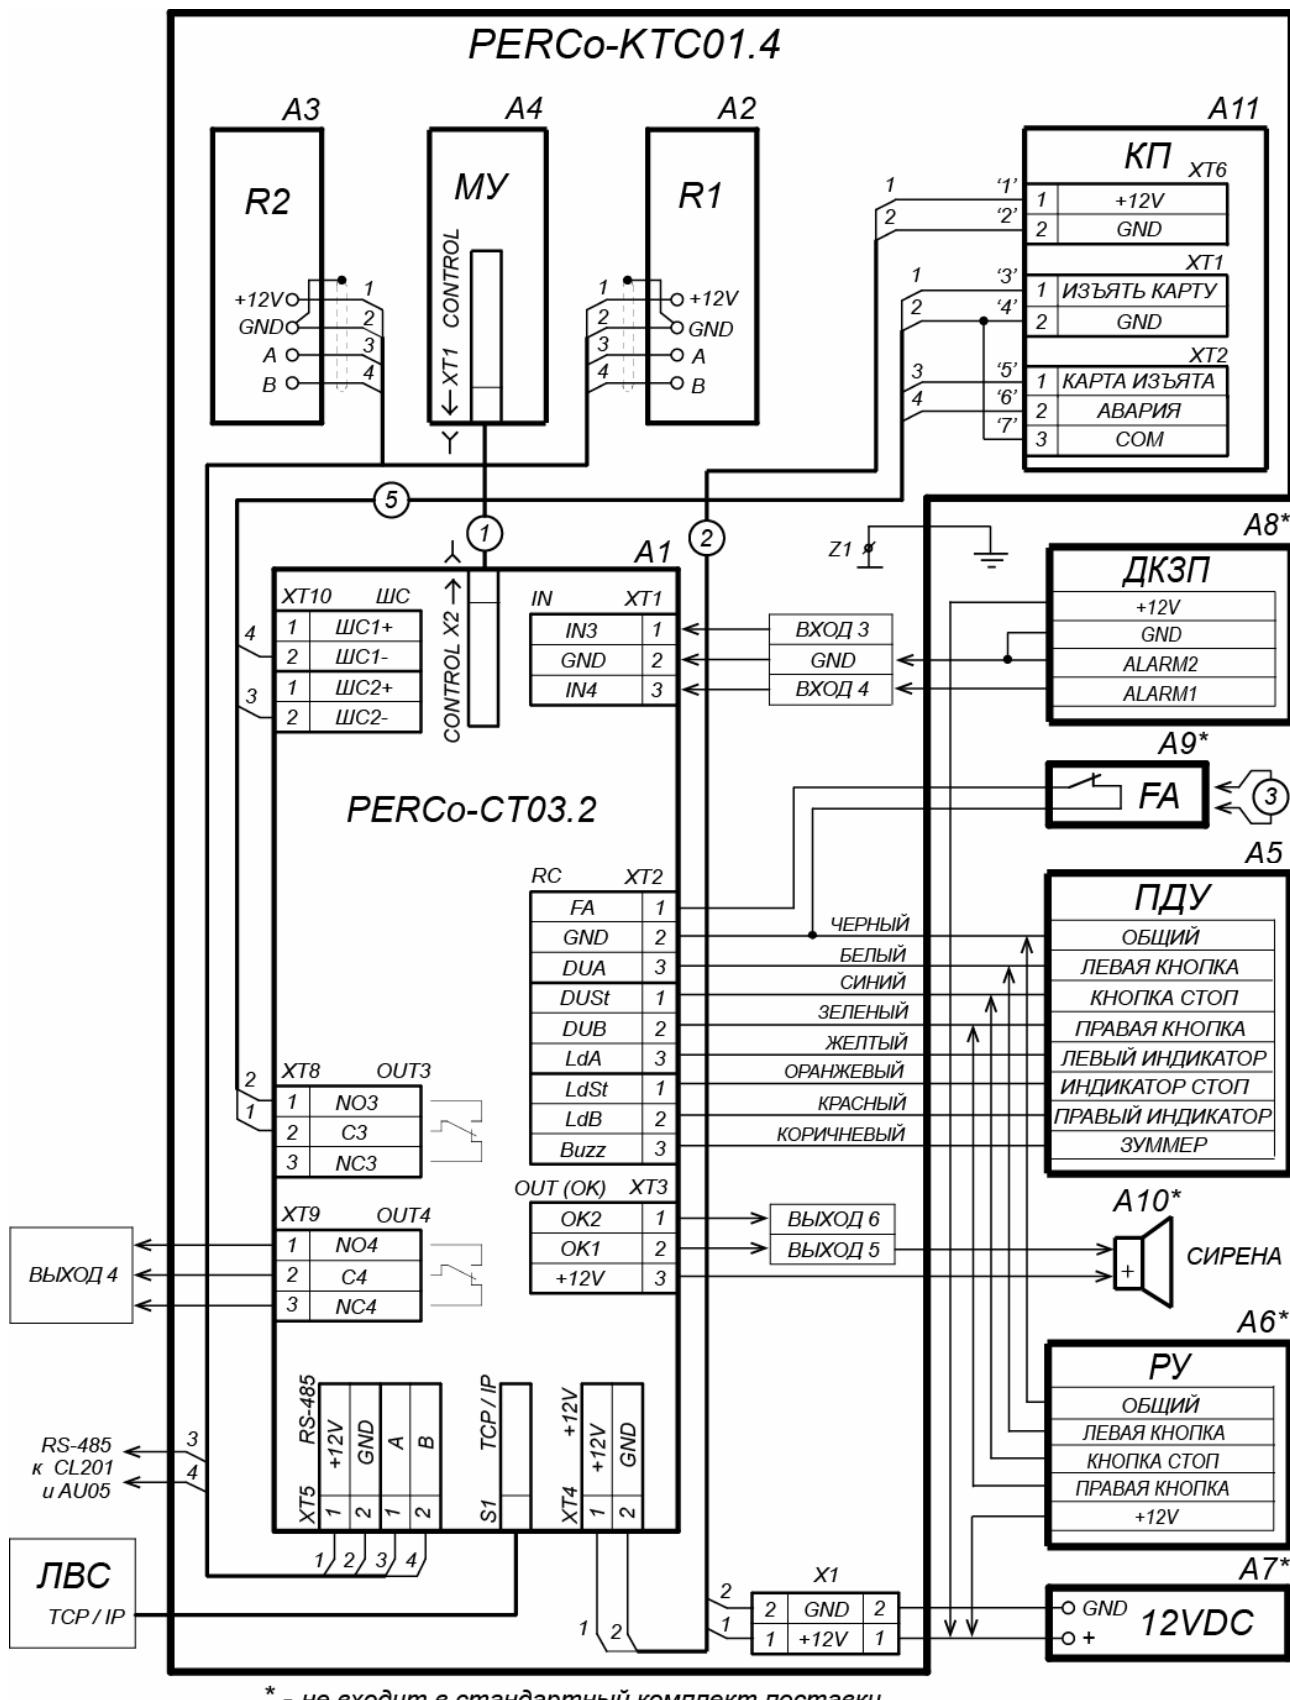

Рисунок 13. Схема подключения ЭП и дополнительного оборудования
Расположение клеммных колодок на нижней плате контроллера ЭП показано на рис. 5, назначение контактов клеммных колодок указано в табл. 1. Схема подключения приведена на рис. 13. Используемые при подключении типы кабелей указаны в табл. 4. При монтаже ЭП придерживайтесь следующей последовательности действий:
позиционные обозначения А1-А4 и З1 – указаны на рис. 13
11. Подключите кабель питания (15) к выносной клеммной колодке **X1** на плате контроллера ЭП согласно схеме, приведенной на рис. 13.
12. Подключите кабель (13) ПДУ (12) к клеммной колодке **XT2** на плате контроллера ЭП согласно схеме, приведенной на рис. 13.
13. Подключите при необходимости кабели от других устройств к соответствующим клеммным колодкам платы контроллера ЭП согласно схеме (см. рис. 13).
10. Подсоедините кабель картоприемника к плате управления картоприемника согласно схеме на рис. 13 и рис. 6.
11. На разъеме **XT2** контроллера ЭП отключите от клеммы *DUA* провод от картоприемника с маркировкой «5» (выход картоприемника «Карта изъята») и подключите его к клемме *DUB* (см. рис. 13).
12. Установите и закрепите торцевые крышки (9) в порядке, обратном снятию.
13. Установите в рабочее положение контейнер картоприемника со стороны механизма картоприемника, а заглушку (10) – с противоположной стороны.
14. Установите крышку (3) в рабочее положение (см. разд. 6).